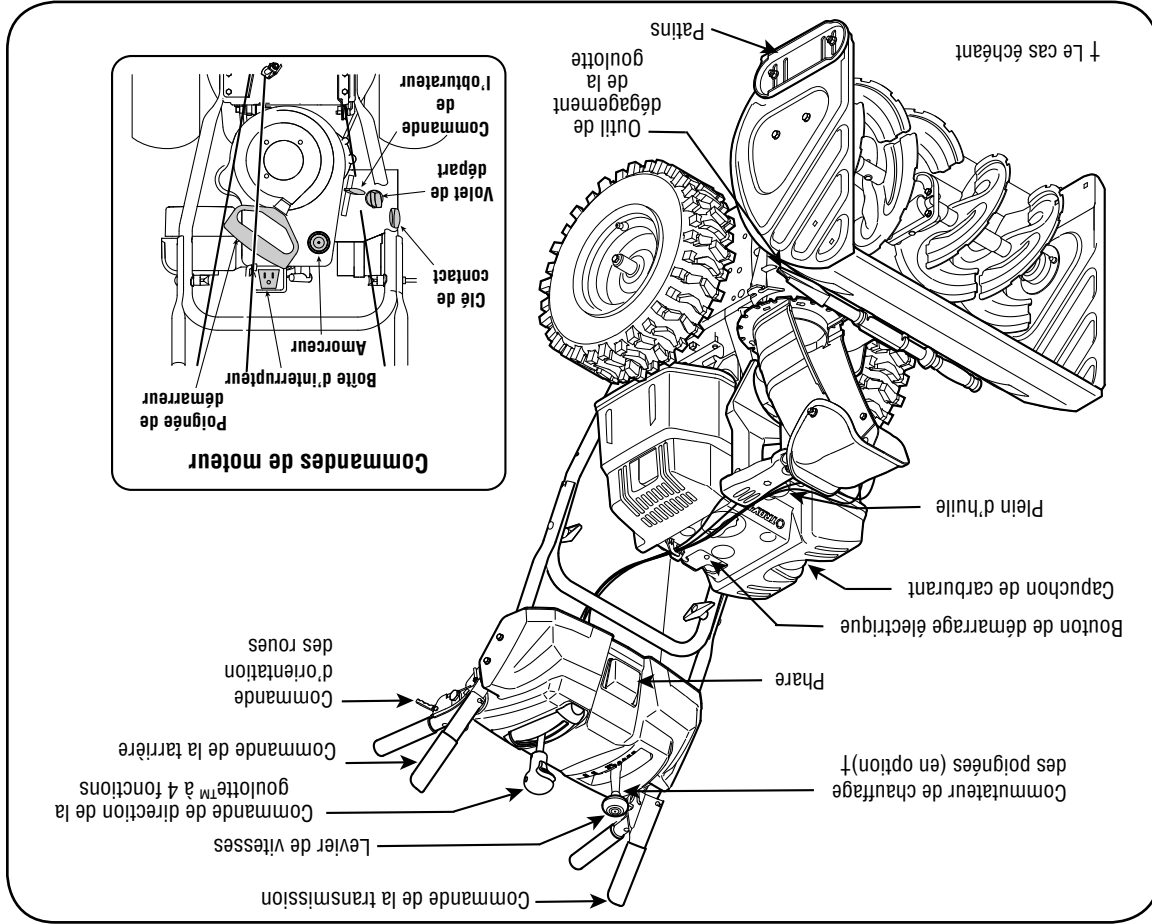

Figure 11
1. Avec l'obturateur à la position Fast (l'apin), placez le levier de changement de vitesse à l'une des six positions de marche avant (F) ou à l'une des deux positions de marche arrière (R). Choisissez la vitesse adaptée aux conditions présentes.
3. Pour tourner à droite ou à gauche, pressez la commande de direction des roues correspondante. Voir la Figure 11.
Maintenant que votre souffleuse est prête à travailler, il est temps de vous familiariser avec ses commandes et diverses caractéristiques, expliquées ci-dessous et représentées à la Figure 11. Vous pourrez ainsi bénéficier au maximum de votre nouvelle machine.